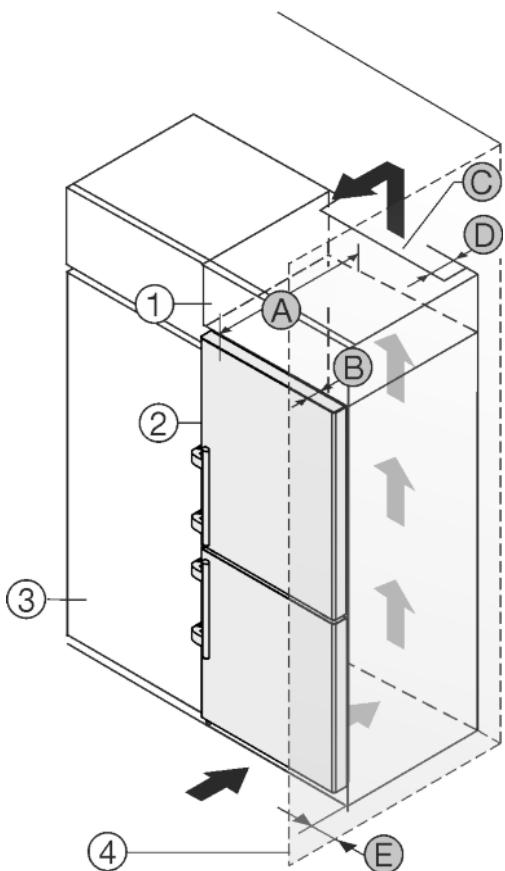

Fig. 47
Устройство может быть окружено кухонными шкафами. Чтобы уравнять устройство Fig. 47 (2) по высоте с кухонной стенкой, можно установить над устройством дополнительный шкафчик Fig. 47(1).
Установить устройство можно непосредственно рядом с кухонным шкафом Fig. 47 (3). Чтобы можно было полностью открыть двери, устройство должно выступать на глубину Fig. 47 (B) относительно передней стенки кухонного шкафа. В зависимости от глубины кухонных шкафов и использования пристенных распорок устройство может выступать и больше.
- На задней стенке дополнительного шкафчика должен быть вентиляционный канал с глубиной Fig. 47 (D) по всей ширине этого шкафа.
- Нужно соблюдать вентиляционное отверстие Fig. 47 (C) под нижней панелью.
Если устройство установлено на шарнирах у стены Fig. 47 (4), то нужно соблюдать расстояние Fig. 47 (E) между устройством и стеной. Настолько выступает ручка при открытой дверце.